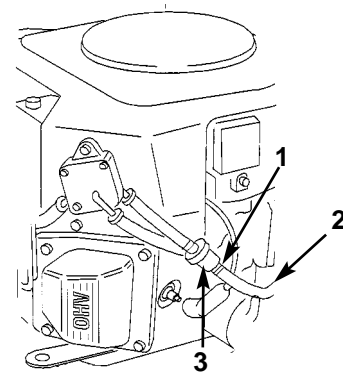

**Figure 29**
2. Chiudete la valvola di arresto sul serbatoio del carburante (Fig. 29).
2. Chiudete la valvola di arresto sul serbatoio del carburante (Fig. 29)
7. Aprite la valvola di arresto sul serbatoio del carburante (Fig. 29)